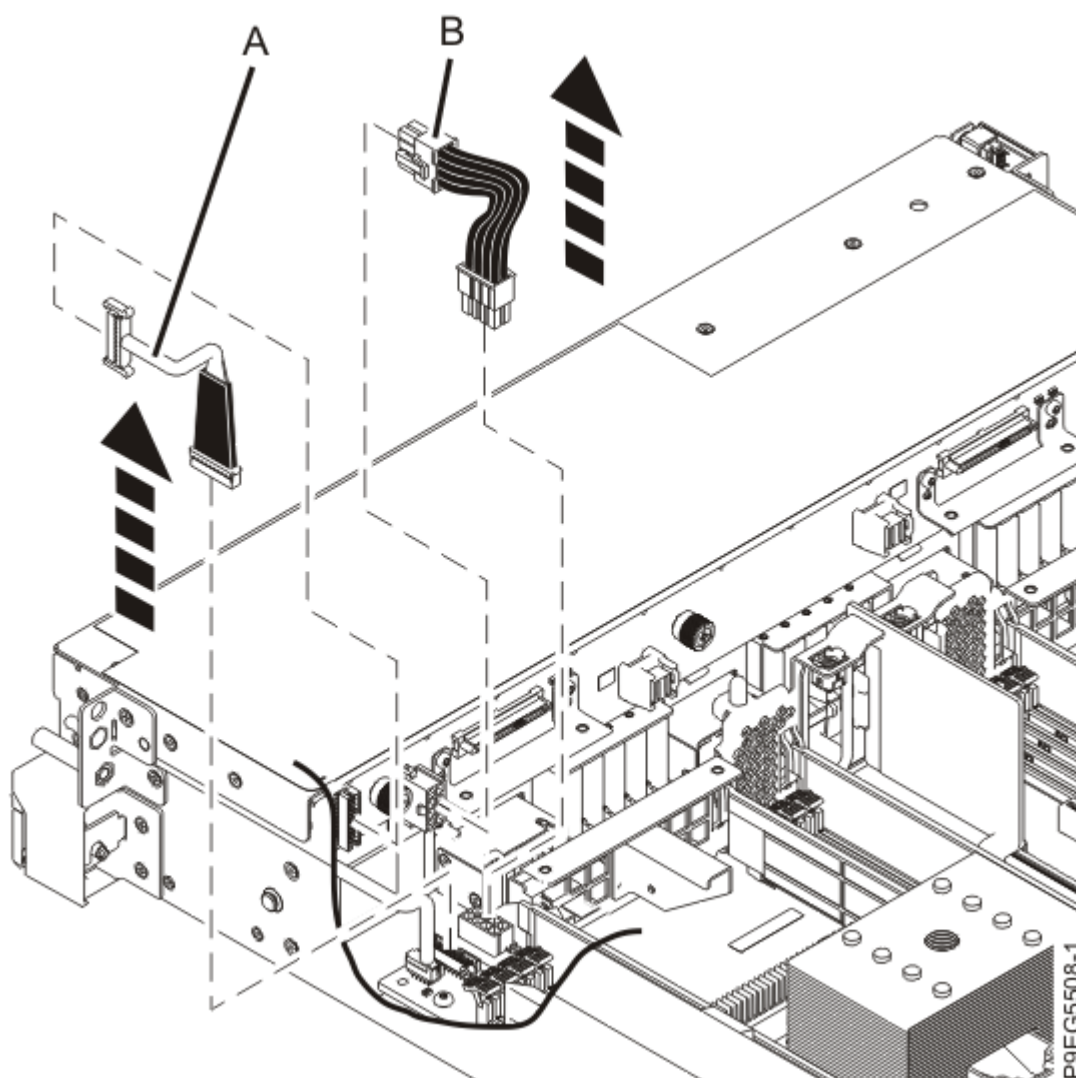

Figura 32. Desconectando o cabo de sinal e o cabo de energia
3. Etiquete e desconecte o cabo de energia **(B)** do painel traseiro da unidade de disco conforme mostrado na Figura 32 na página 36.